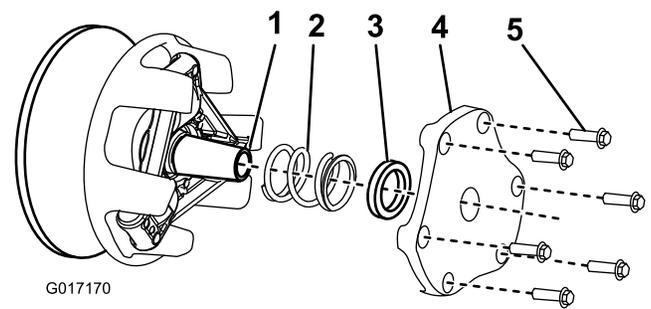

Figura 61
4. Reserve a cobertura, espaçador e mola (Figura 61).